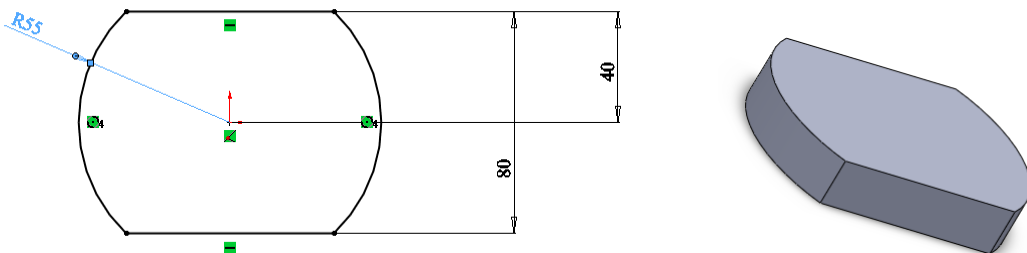

рис. 3.1.11. Ескіз основи
2. Запустіть інструмент «Вытянутая бобышка». Виберіть площину ескізу і нарисуйте базове тіло основи. Див. рис. 3.1.11. Висота витягування 20 мм.